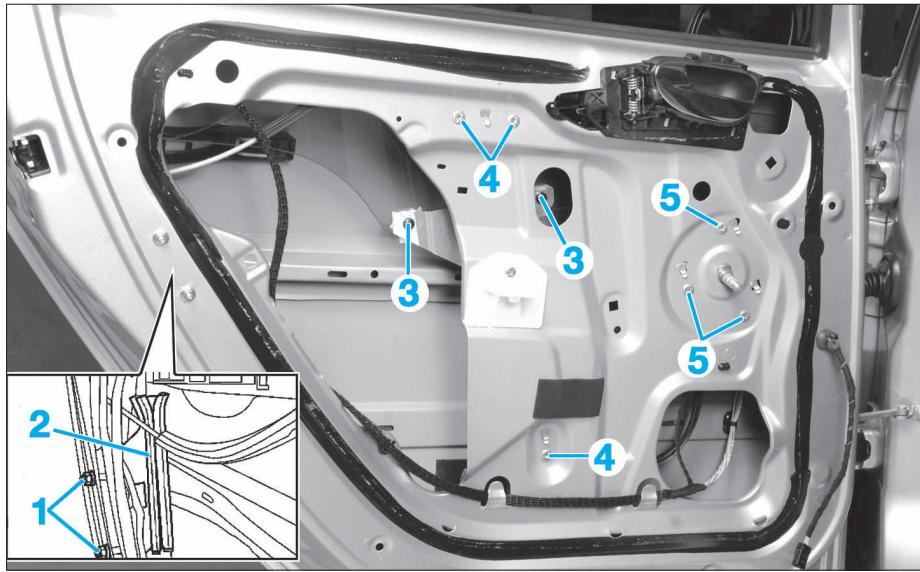

FIG. 41
- Déposer les fixations (1) puis le guide (2) (**Fig.41**).
- Descendre la vitre jusqu'à l'apparition des vis (3) de fixation de la vitre.
- Déposer les fixations (3) de la vitre.
- À l'aide d'une perceuse équipée d'un foret ø 10 mm, faire sauter les rivets (4) et (5) (uniquement sur version à vitre manuelle) (Fig.41).